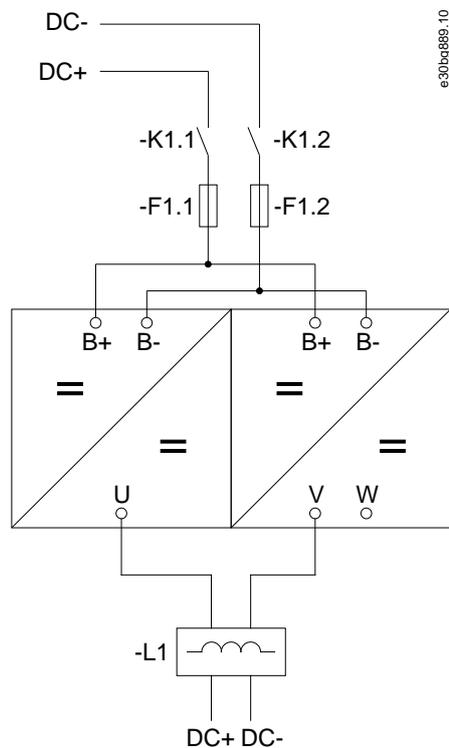

図 27: 筐体サイズ CH63 の基本配線図
- NXP0820～NXP1150、筐体サイズ CH63、図 27 をご参照ください。
- NXP0590～NXP0750、筐体サイズ CH63、図 27 をご参照ください。